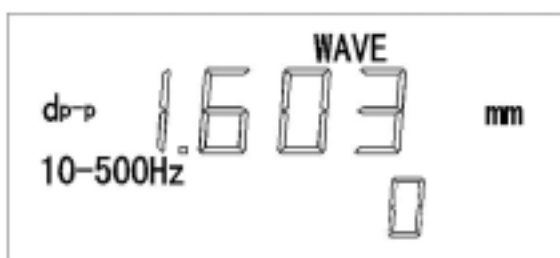

图 3-7
4. 按 RUN/STOP 键,进入测量状态,这时测量结果显示在液晶屏上,见图 3-7;